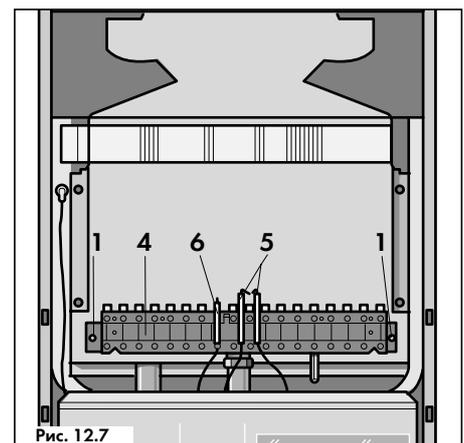

Рис. 12.7
- Выкрутить 2 винта (1, рис. 12.7) и вытащить горелку вместе с отсоединенными от кабелей электродами розжига и ионизационного контроля из камеры сгорания.
- Выкрутить винты (1, рис. 12.16) и снять теплоотражающий щиток (2, рис. 12.16), отсоединив кабели от электродов розжига и ионизационного контроля (5 и 6, рис. 12.7);